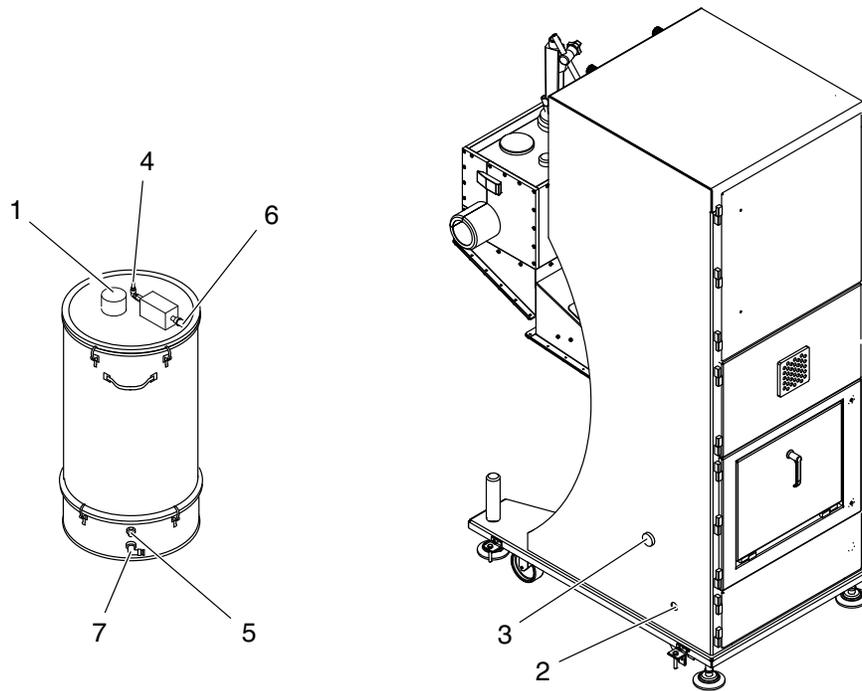
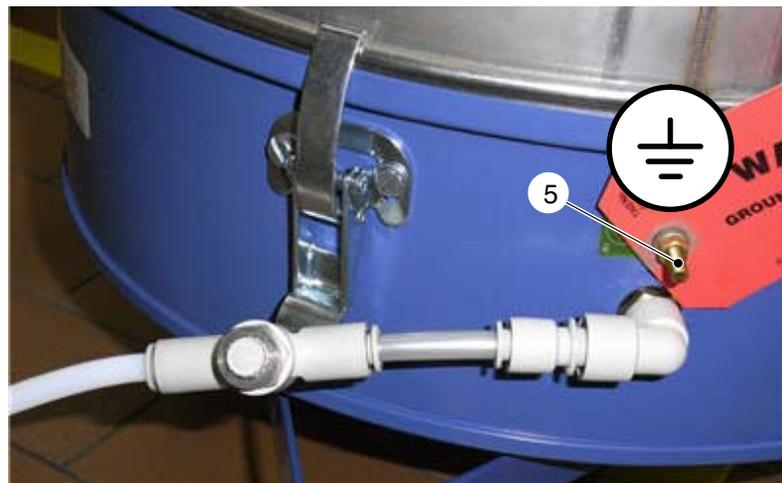

Fig. 3-19
Fig. 3-22
1. Emmancher le capuchon (1, fig. 3-19 et Fig. 3-20) sur la trémie d'alimentation.
3. Remplacer le bouchon borgne *Trémie* (2, fig. 3-19) par le raccord passe-cloison fourni avec l'équipement dans un sachet. Fixer le raccord passe-cloison sur la paroi de l'équipement.
Raccorder le tuyau à air (6x4, bleu) de l'équipement ainsi que le tuyau à air (8x6, noir) de la pompe de transfert de poudre (4, fig. 3-19).
4. Retirer le bouchon borgne (3, fig. 3-19). L'écrou sera encore nécessaire. Fixer le raccord (dans un sachet joint à l'équipement) à la paroi de l'équipement avec l'écrou du bouchon borgne.
5. Relier la trémie d'alimentation à la terre. Raccordement de mise à la terre (5, fig. 3-19 et Fig. 3-22).